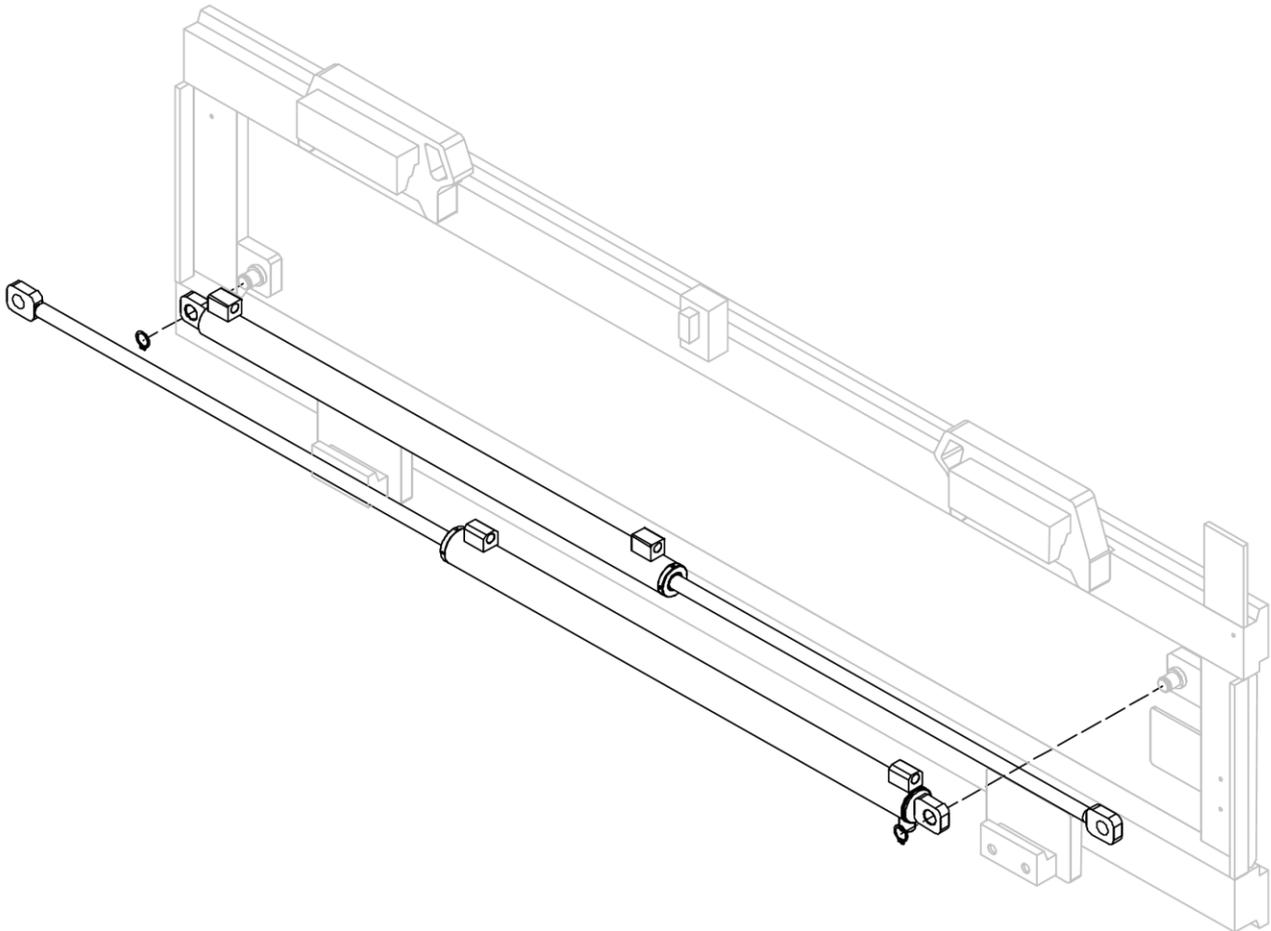

Figure 19
4. Extraire les vérins de leur siège après avoir retiré les circlips (voir Figure 19).